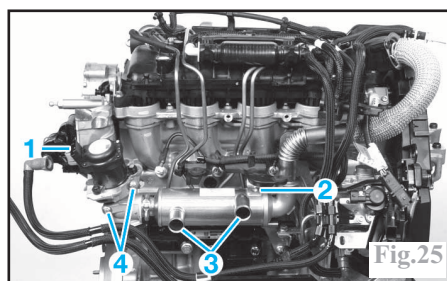

Fig.25
Débrancher le connecteur (1) (Fig.25) (vue moteur déposé pour plus de clarté). Déposer l'écrou (2).